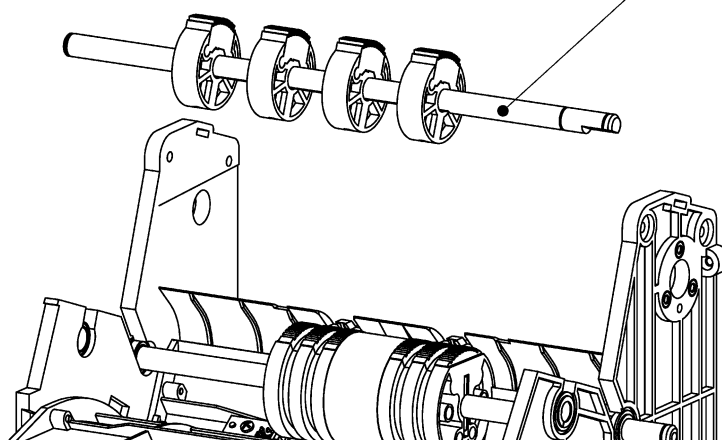

Рис. 70
8.19.2 Извлечь узел роликов сбрасывающих (Рис. 70).